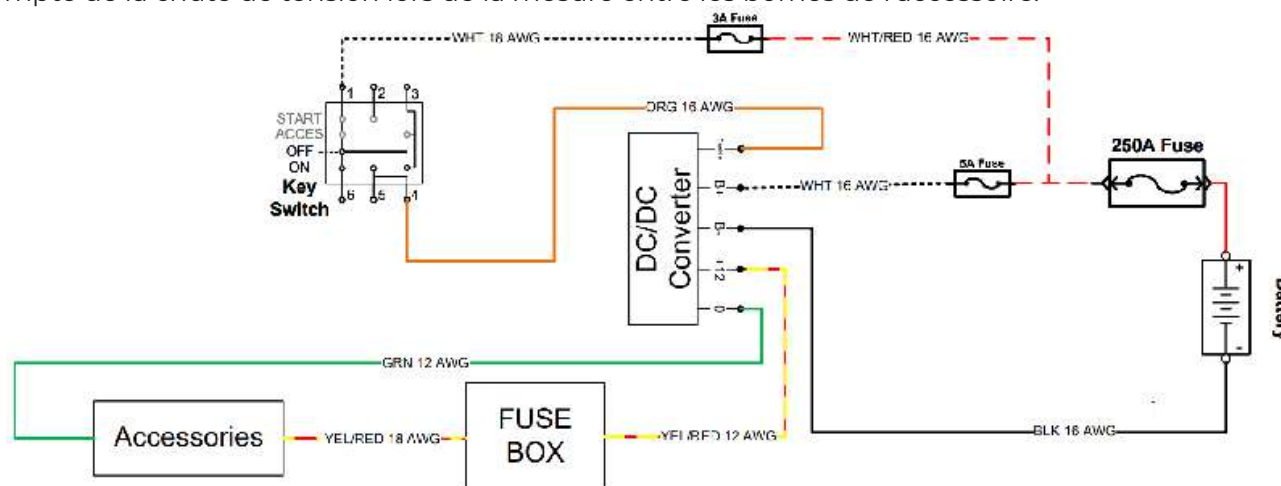

Figure 67. Inspection des bornes d'entrée et de sortie du convertisseur DC/DC.
- 2.1. Vérifier la présence d'une tension entre la borne positive (**B+**) (fil blanc) et la borne négative (**B-**) (fil noir) du convertisseur DC/DC (comme illustré à la figure 67).
- 2.2. Vérifier la présence d'une tension entre le fil orange et la borne négative (**B-**) (fil noir) du convertisseur DC/DC (comme illustré à la figure 67).
- 3.1. Vérifier la présence d'une tension entre le fil jaune/rouge et le fil vert du convertisseur DC/DC (comme illustré à la figure 67).